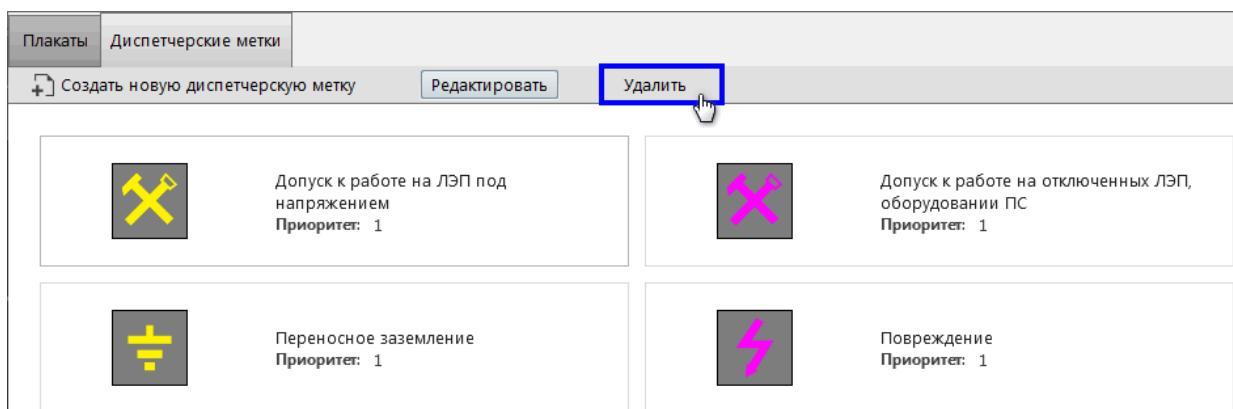

Рисунок 129 - Удалить диспетчерскую метку
2. Нажмите **Удалить** (Рисунок 129).